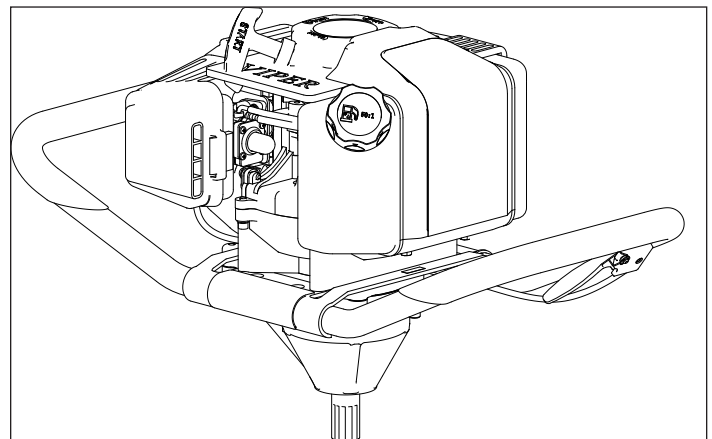

Figura 7
6. Vuelva a colocar la cubierta del filtro de aire de modo que encaje completamente en su lugar y que esté asegurada con las lengüetas de retención. Tire levemente de la cubierta para verificar que esté fijada de manera segura. Si la cubierta no se mueve al tirar de ella, está segura. **CONSULTE LA FIGURA 7.**